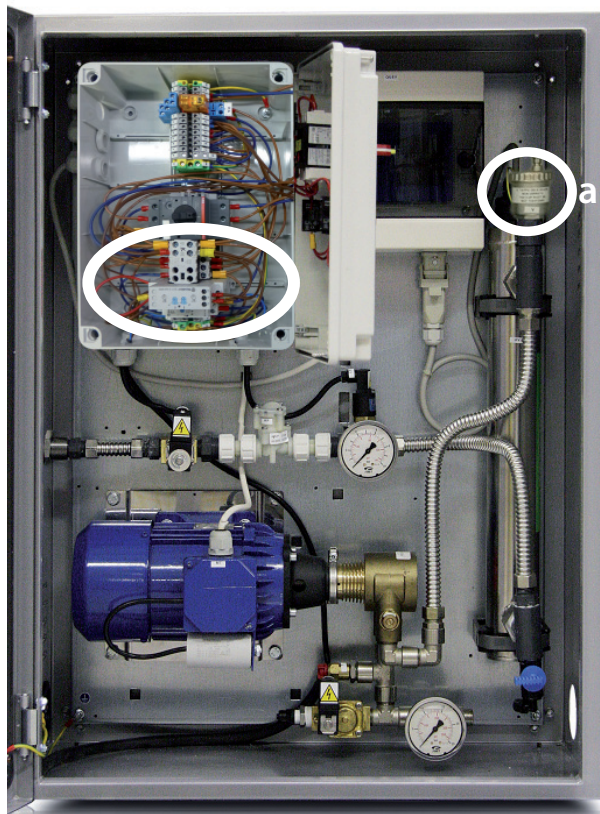

Fig. 5.a
9. Sicherstellen, dass der Motorschutzschalter Q auf Position "1" steht (Fig. 5.a).
NB: Für einige Sekunden können bei der Inbetriebnahme der Pumpe aus dem Abschlammventil Wassertropfen austreten (Bez. "a" - Fig. 5.a).